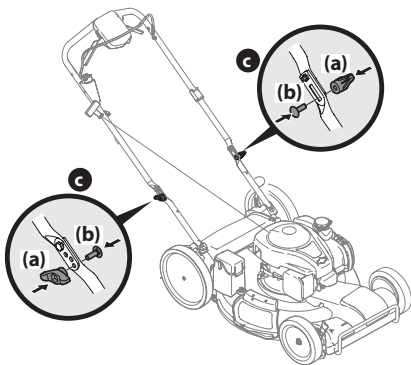

Figura 2-5
- Vuelva a colocar las perillas de aleta (a) y los pernos de carro (b) retirados en el paso 2 en los orificios inferiores de la manija como se muestra en la Figura 2-5.